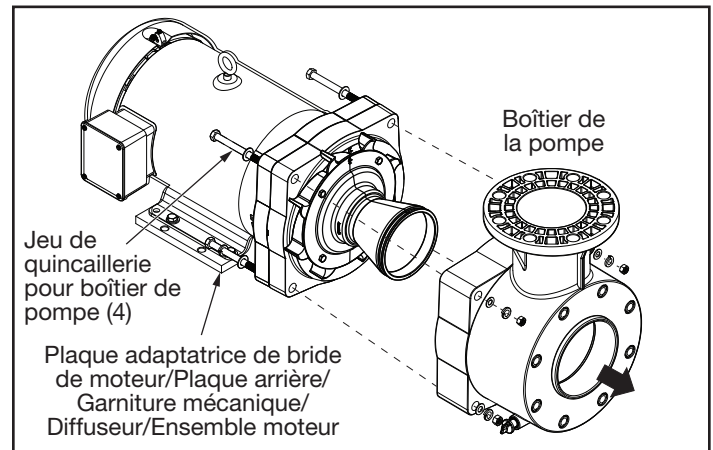

Figure 13. Retirer le boîtier de la pompe
- À l'aide d'une clé 15/16 po, desserrer les quatre (4) vis hexagonales de la quincaillerie du boîtier de la pompe fixant le boîtier de la pompe au moteur / plaque d'adaptation de bride moteur / plaque arrière / joint mécanique / turbine / diffuseur. Reportez-vous à la Figure 13.
- Tirer avec précaution le corps de pompe vers l'avant pour l'éloigner de l'ensemble moteur. S'assurer que le diffuseur dégage le corps de la pompe pendant ce processus. Reportez-vous à la Figure 13.